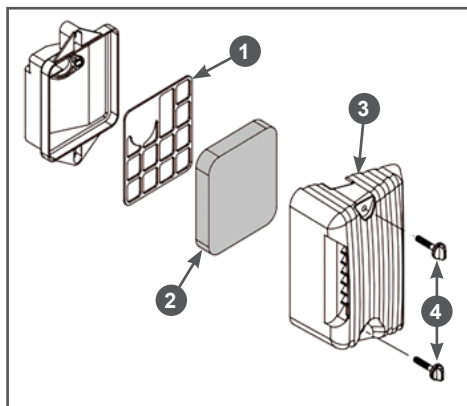

Рис. 9 Обслуживание воздушного фильтра G100NK
1. Открутите винты крепления крышки воздушного фильтра (Рис. 9 п. 4) и снимите крышку воздушного фильтра (Рис. 9 п. 3).
2. Извлеките из корпуса поролоновый фильтрующий элемент (Рис. 9 п. 2) и сепаратор воздушного фильтра (Рис. 9 п. 1).